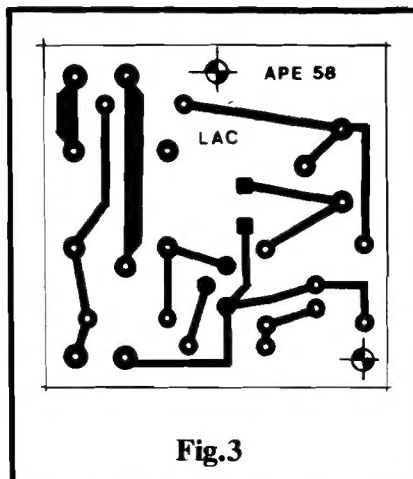

Fig.3
- FIG. 3 - LAY OUT DO CIRCUITO IMPRESSO ESPECÍFICO - Visando uma certa robustez à montagem final, não procuramos excessiva miniaturização (ainda que mantendo as coisas tão compactas quanto possível...), com o que não ocorrem "congestionamentos" que poderiam complicar a confecção (principalmente aos iniciantes...). Assim, o padrão cobreado (visto em tamanho natural, escala 1:1, portanto, na figura...) é de fácil realização, por qualquer das convencionais técnicas de Impressos. De qualquer modo, vale a "eterna" recomendação de conferência rigorosa, ao final, para